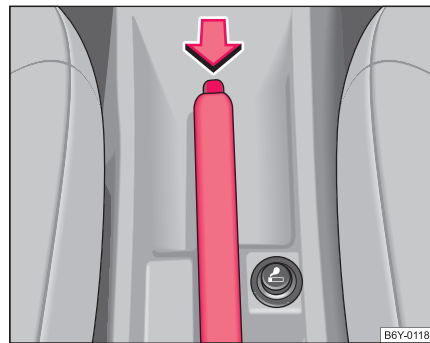

Fig. 85 Consola central: Freno de mano
- Levante ligeramente la palanca del freno de mano y pulse **a la vez** el botón de bloqueo ⇒ fig. 85.